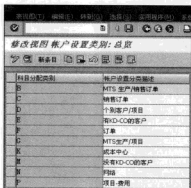

图 7-50 “修改视图账户设置类别: 总览”界面
STEP 1 在命令栏输入 SPRO 命令，通过菜单选择“物料管理→采购→账户分配→维护账户分配类别”选项，弹出“修改视图账户设置类别：总览”界面，从中可以维护账户分配类别，如图 7-50 所示。